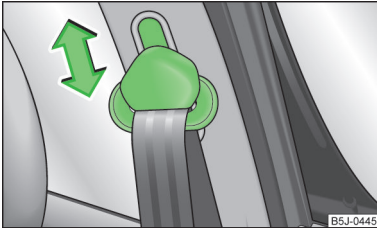

Abb. 114
- Den Umlenkbeschlag drücken und in die gewünschte Richtung nach oben oder unten schieben » Abb. 114.